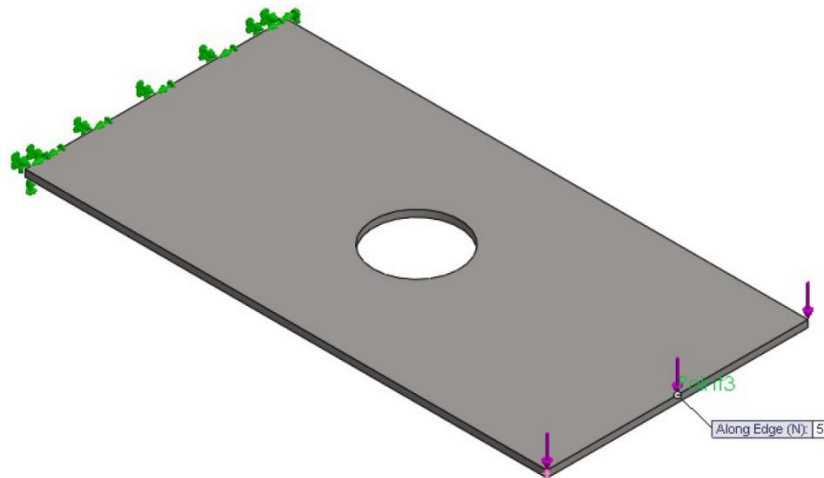

Рисунок 9.17 – Навантаження, прикладене до середньої точки
11. У секції **Force/Torque rollout** менеджера властивостей виберіть параметр **Selected direction** (Вибраний напрямок), а потім виберіть вертикальну грань моделі, щоб вказати вертикальний напрямок сили. Стрілка, спрямована вертикально вниз, з'явиться на вибраній точці, вказуючи напрямок прикладеної сили (див. рис. 9.17).